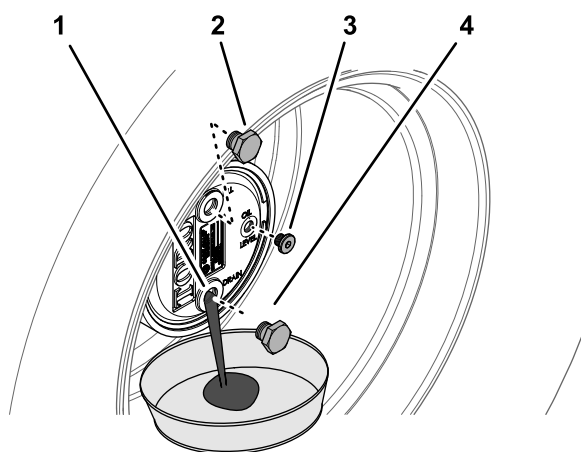

Рисунок 105
2. Снимите пробку заливного отверстия, расположенную в положении «12 часов», и пробку контрольного отверстия, расположенную в положении «3 часа» (Рисунок 105).
3. Подставьте сливной поддон под ступицу планетарной передачи, снимите пробку сливного отверстия, расположенную в положении «6 часов», и дайте маслу полностью стечь (Рисунок 105).
5. Установите пробку сливного отверстия в сливное отверстие корпуса планетарного редуктора (Рисунок 105).